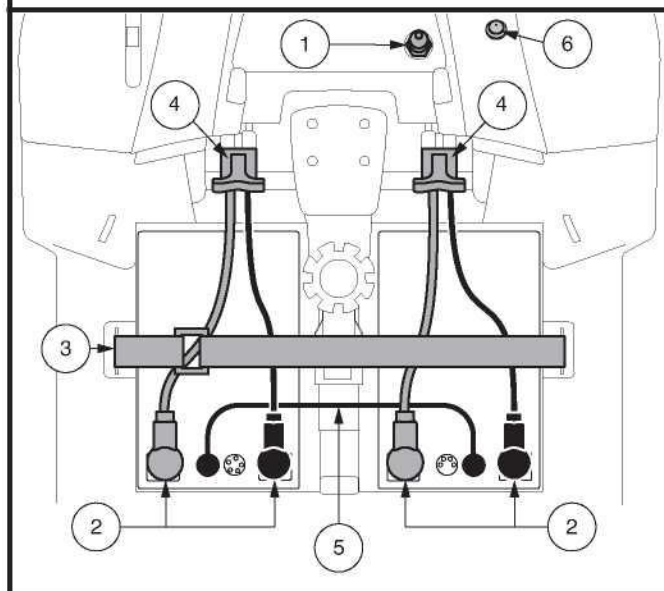

Figure 12. Enlèvement/installation des batteries et connexions
3. Débrancher le faisceau d'avant en arrière. Débrancher les deux câbles de la batterie en retirant chaque faisceau de sa fiche de connexion. **Voir la figure 12.**
6. Placez une nouvelle batterie dans chaque puits en prenant soins d'alignez les bornes de la batteries droite près du mât de siège et les bornes de la batterie de gauche loin du mât avec les bornes positive (+) et négative (-) de la batterie positionnées comme indiqué sur la **figure 12.**
MISE EN GARDE! En cas d'urgence, les batteries peuvent être rapidement déconnectées en tirant vers l'AVANT sur la sangle de déconnexion d'urgence de la batterie. Faites attention. Sachez que couper l'alimentation du scooter peut provoquer un arrêt brusque du scooter. Pour libérer l'arrêt d'urgence et restaurer la capacité de conduite du scooter, retirez le siège et le carénage de la batterie, puis rebranchez le connecteur de la batterie comme illustré à la Figure 12.
NOTE: le cas échéant, assurez-vous que le coupe-batterie est en position « on » (-) avant de charger votre batterie du véhicule. La batterie ne se chargera PAS si le coupe-batterie est en position « arrêt » (O). Voir figure 12.
AVERTISSEMENT! En cas d'urgence, les batteries peuvent être rapidement déconnectées en appuyant sur le coupe-batterie en position « off », ce qui fera apparaître le bouton. Faites attention. Sachez que la mise hors tension du scooter peut provoquer un arrêt brusque du scooter. Pour libérer l'arrêt d'urgence et restaurer la capacité de conduite du scooter, appuyez à nouveau sur le bouton de déconnexion de la batterie, en l'enfonçant en position « marche ». Voir la figure 12.